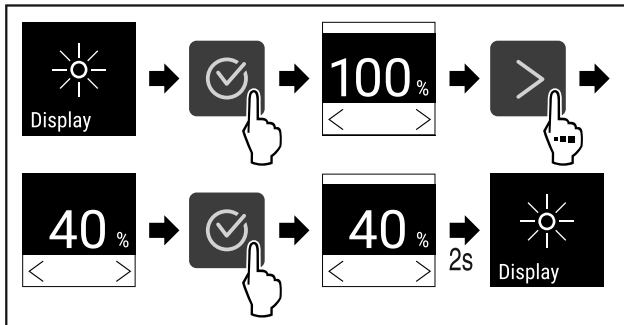

Fig. 81
- ▶ Suivre les étapes (voir Fig. 81).